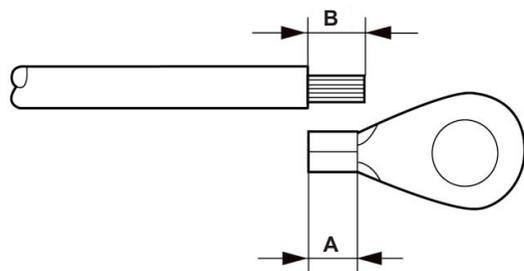

Figura 5.7 Longitud adecuada
3. Pele el aislamiento del cable de tierra hasta la longitud adecuada (consulte la Figura 5.7).